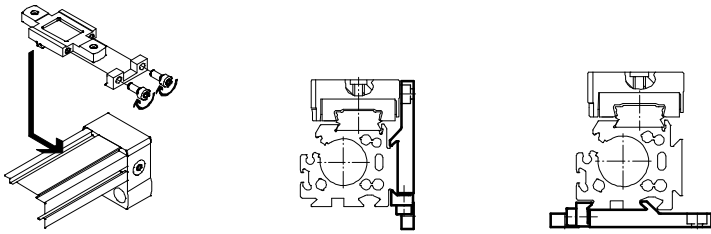

Fig. 7
2. Sujete las fijaciones para perfil en el DGC → Fig. 7.